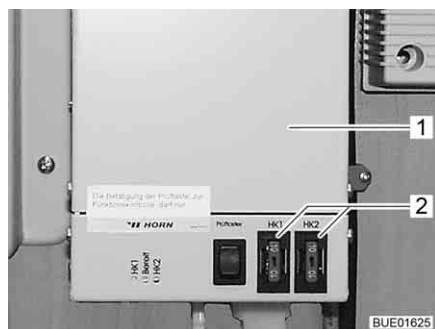

Bild 130 Regulator för avloppsledningarnas värmesystem
Säkringarna finns på regulatorm (Bild 130,1).
- Byt säkring (Bild 130,2).